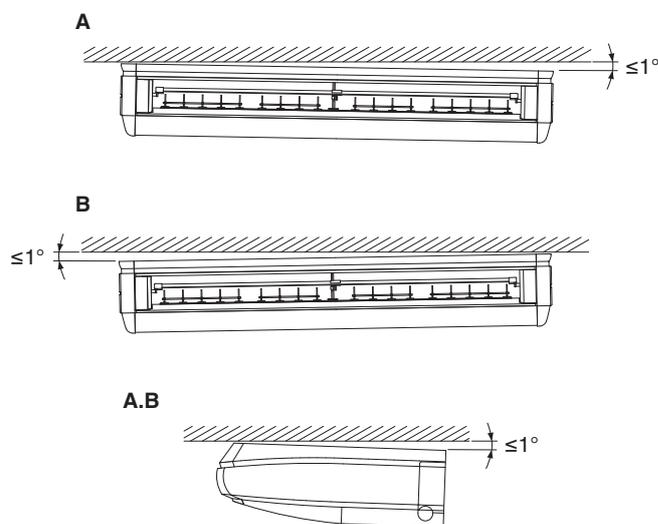

Fig. 12
- Quando cuelgue la unidad interior, asegúrese de utilizar un nivel para poder instalar la unidad de forma horizontal y garantizar que el drenaje esté en la ubicación correcta. Además, si es posible en el sitio de instalación, coloque la unidad de manera que el lado de la tubería de drenaje quede levemente más abajo. (Refiérase a la Fig. 12)